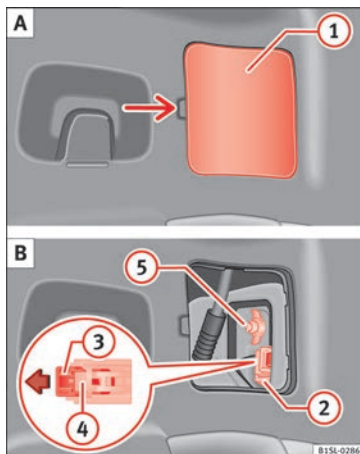

Abb. 88 An der Kofferraumseitenwand: A: Abdeckung abnehmen, B: Rückleuchte ausbauen.
2. Abdeckung **1** vorsichtig abhebeln **» Abb. 88 A**.
3. Verriegelung **3** am Anschlussstecker **2** in Pfeilrichtung ziehen **» Abb. 88 B**. Dazu den Schraubendreher aus dem Bordwerkzeug zur Hilfe nehmen.
4. Verrastung **4** drücken und den Stecker abziehen **2** **» Abb. 88 B**.
5. Flügelmutter abschrauben **5** **» Abb. 88 B**.
- Mit einer Hand die Rückleuchte an der Einbauposition halten und mit der anderen die Flügelmutter festdrehen ⑤ » **Abb. 88 B**.
- Anschlussstecker ② auf den Lampenhalter stecken und Verriegelung ③ entgegen der Pfeilrichtung in den Stecker drücken » **Abb. 88 B**.